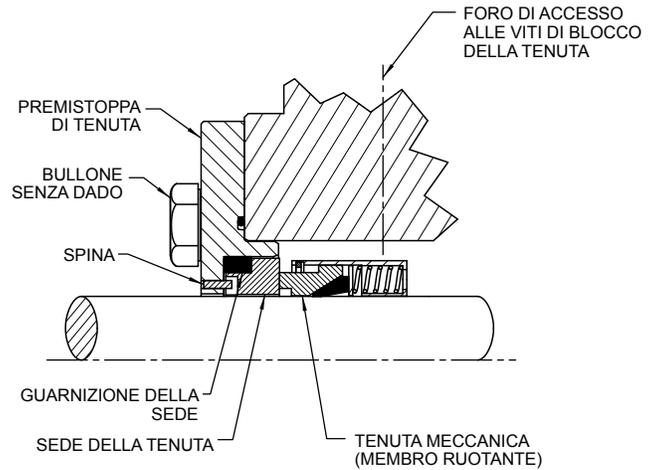

FIGURA 14
3. Cuneo PTFE tipo 9 (**Figura 14**)
4. Per tenute con cuneo di PTFE, togliere l'elemento ruotante in modo che le viti di fermo siano direttamente sotto i fori di accesso della tenuta sul lato della staffa (vedere **Figura 14**). Serrare le viti fissandole all'albero in modo sicuro.